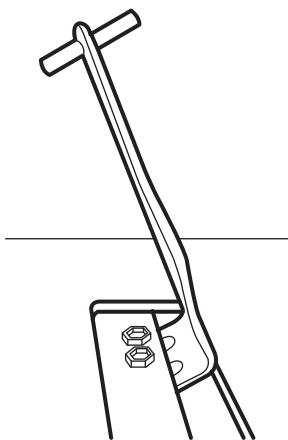
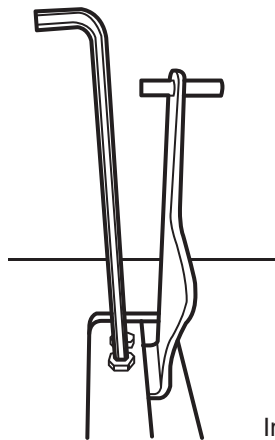

Imagen 4
Imagen 5
Fije el separador (15) con los tornillos que ya vienen preinstalados en el extremo trasero de la ranura del disco de corte del tablero (4). Para ello, inserte el separador (15) lateralmente en los tornillos ya aflojados (ver imagen 4) y apriételos manualmente con la llave Allen (12). (Imagen 5). Asegúrese de que el separador está correctamente instalado antes de llevar a cabo el primero paso (consulte el apartado 11).